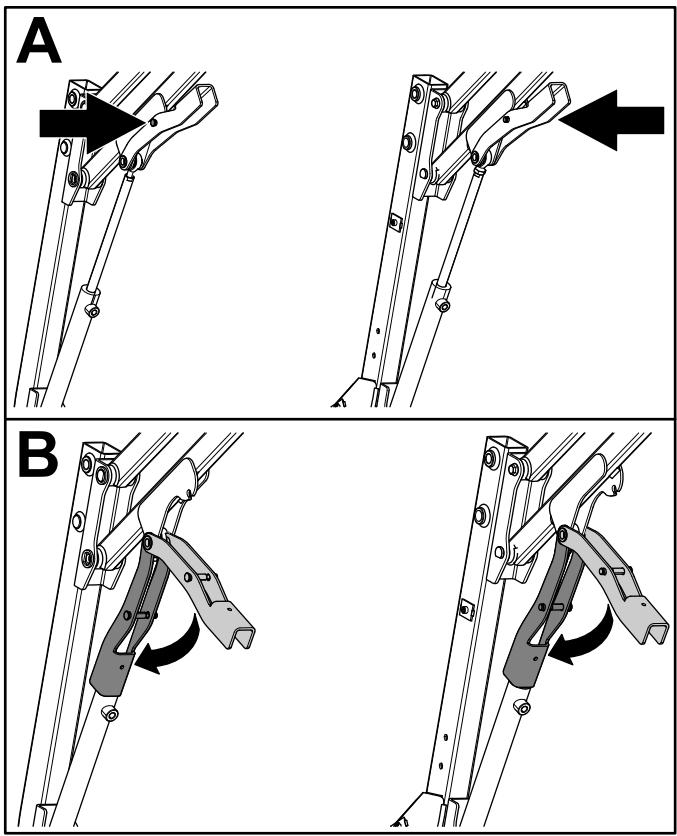

Figura 41
- A. Spingete il perno sul blocco di sicurezza magnetico verso l'interno (Figura 41).
- B. Con il perno dentro, abbassate il blocco di sicurezza magnetico sul cilindro idraulico (Figura 41).